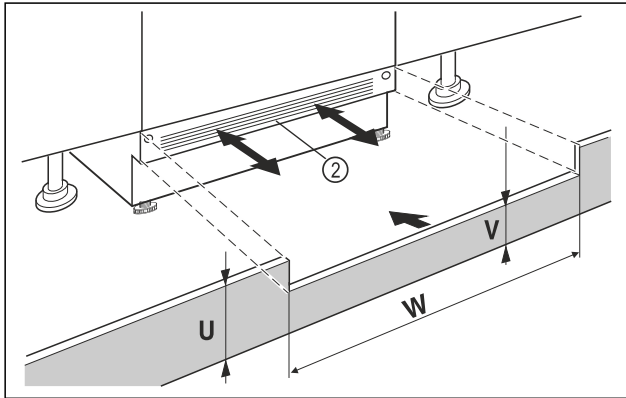

Fig. 69 Beispielhafte Darstellung
- ▶ Gerätesockelblende Fig. 69 (2) aufsetzen aber noch nicht fixieren.
- ▶ Bei sichtbarer Sockelblende Fig. 69 (2), diese so weit nach vorn ziehen, dass Vorderkante Lüftungsgitter und Möbelsockelblende eine Ebene bilden.
- ▶ Bei verdeckter Sockelblende Fig. 69 (2), diese ganz nach hinten schieben.
- ▶ Auf komplett freie Lüftungsschlitze achten: Bei Bedarf Höhe der Möbelsockelblende Fig. 69 (U) zuschneiden!
- ▶ Entlang der Nischenbreite Fig. 69 (W) die Steghöhe Fig. 69 (V) unter der Gerätesockelblende Fig. 69 (2) einpassen.